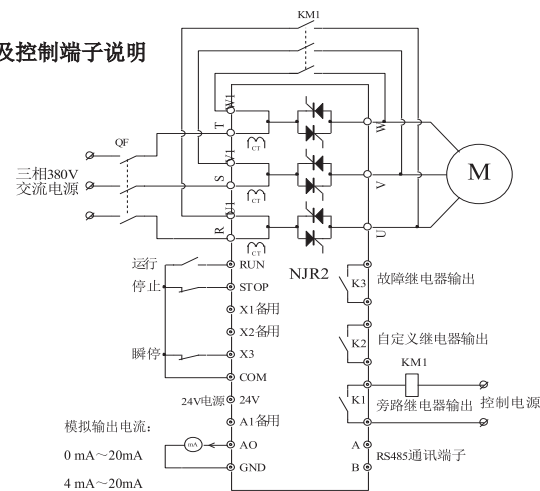

图 4 基本接线原理
①外接旁路接触器时,必须要求接触器每一极的输入 U1、V1、W1 与输出 U、V、W 一一对应,如图 4 所示,如果接线不正确,产品在切换到旁路时会造成电源短路,以致烧坏整个系统;
②K3故障继电器在软起动机断电状态下是常闭的，上电后如没有故障是常开的，有故障时是闭合的；
③当用外部端子控制时，上电后必须检测到 RUN 端子信号由断开变成闭合时才会起动软起动器。